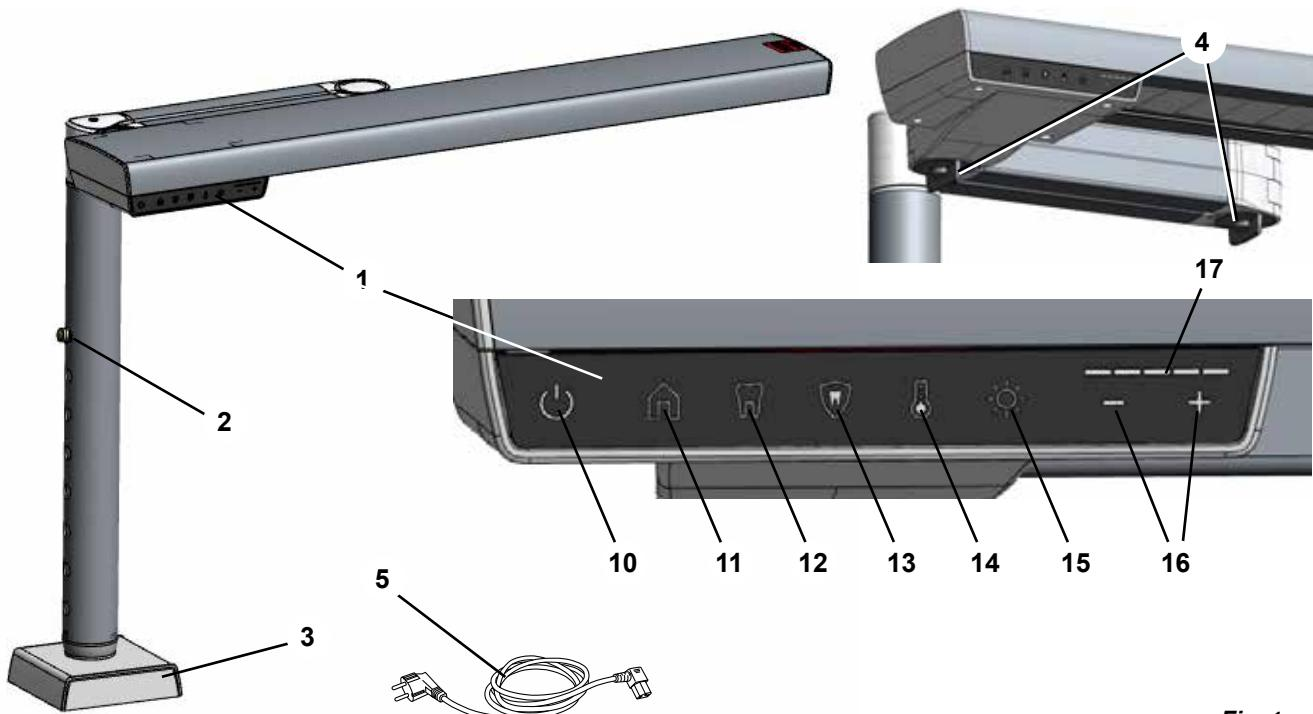

Fig. 1
- ⇒ Pressionar o travamento de regulação em altura (2, Fig. 1) e puxar o tubo interior na base para a posição máxima.
i Para determinar o local de montagem adequado, afrouxe a trava da junta (4, Fig. 1) e verifique se é possível mover a luminária de trabalho para a posição ideal descrita anteriormente (capítulo 4.2.1).
- ◆ O botão Brightness (15, Fig. 1) é aceso.
- ◆ O valor atual do brilho é indicado no visor de intensity (17, Fig. 1).